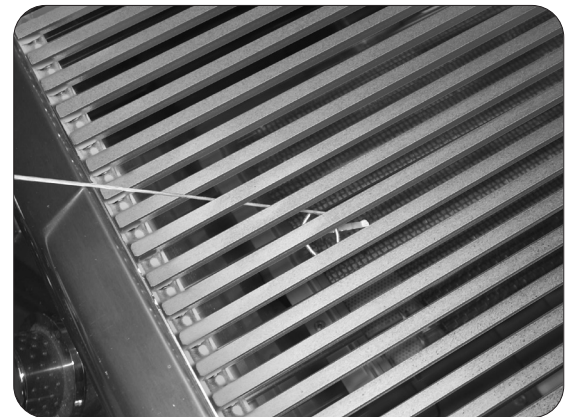

Fig. 34-2 - Éclairage manuel
**ATTENTION:** Attendez toujours cinq (5) minutes le gaz pour se dégager après que n'importe quelle tentative non réussie d'éclairage.
2. Insérez un allumeur brûlant de butane de long-baril, une allumette brûlante de long-tige, ou une allumette brûlante tenue par un support de prolongation de fil par la grille à cuire s'ouvrant au dessus du brûleur (fig. 34-2).
4. Si le brûleur ne se allume pas dans les cinq (5) secondes de tourner le bouton de commande, enfoncez immédiatement le bouton et tournez la valve à AU LOIN. ATTENDEZ CINQ (5) MINUTES avant de répéter les étapes 2 à 4 des instructions manuelles d'éclairage.